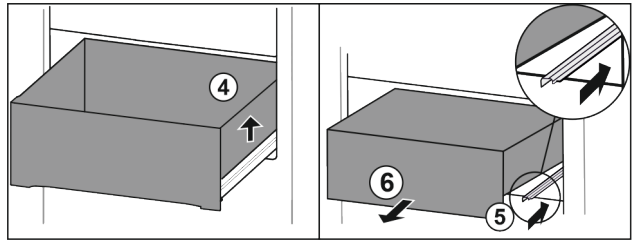

Fig. 107
- ▶ Schubfach rechts anheben. Fig. 107 (4)
- ▶ Rechte Schiene einschieben. Fig. 107 (5)
- ▶ Schubfach nach vorne entnehmen. Fig. 107 (6)